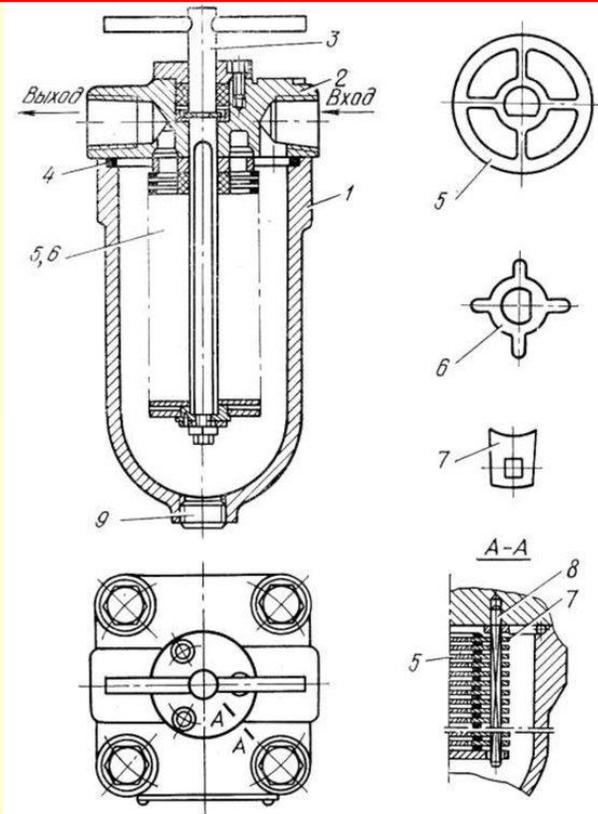

Рисунок 5 - Пластинчатый фильтр типа Г41:
**Пластинчатые (щелевые) фильтры** устанавливают на напорных и сливных гидролиниях гидросистем. Пластинчатый фильтр типа Г41 (рис. 5) состоит из корпуса 1, крышки 2 и оси 3, на которой закреплен пакет фильтрующих элементов. Крышка, имеющая отверстия для подвода и отвода жидкости, крепится к корпусу болтами, а стык между ними уплотняется резиновым кольцом 4. Пакет фильтрующих элементов состоит из набора основных 5 и промежуточных пластин 6.